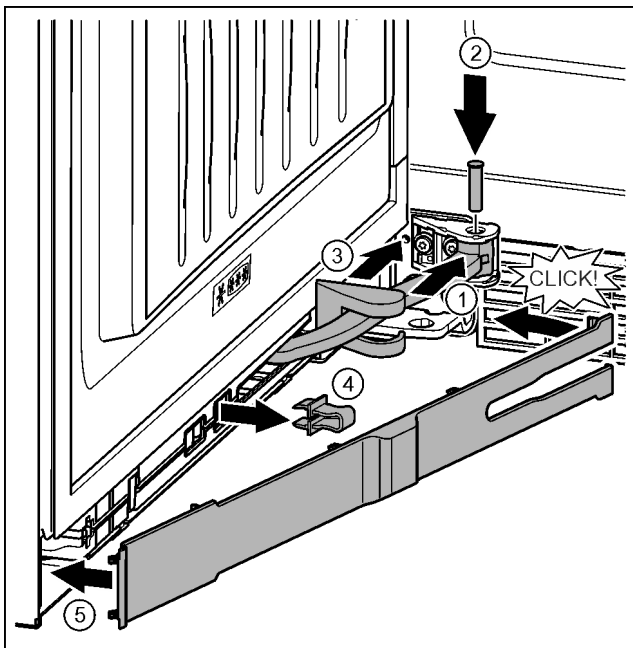

Fig. 45
- ▶ Gire la articulación en la suspensión. Fig. 45 (1)
- ▶ Introduzca el perno con un destornillador T15 en la suspensión y la articulación. Preste atención a que el saliente de retención descansa correctamente en la ranura. Fig. 45 (2)
- ▶ Desplace la cubierta del soporte de cojinete a lo largo de la articulación y móntela sobre la suspensión. Fig. 45 (3)
- ▶ Retire el seguro. Fig. 45 (4)
- ▶ Coloque el panel por el lado del tirador y gírelo hacia dentro. Fig. 45 (5)